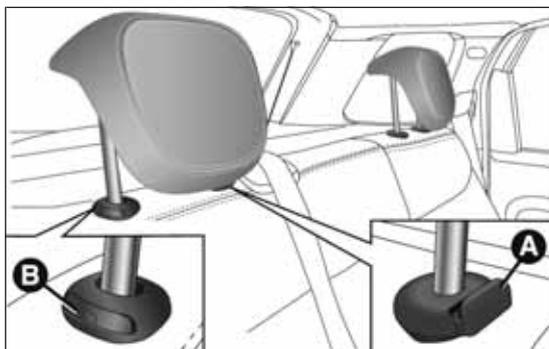

fig. 31
Regulación hacia abajo: pulsar el botón A fig. 31 y bajar el reposacabezas.
- pulsar los botones A y B fig. 31 al lado de las dos sujeciones; a continuación, retirar los reposacabezas extrayéndolos hacia arriba.